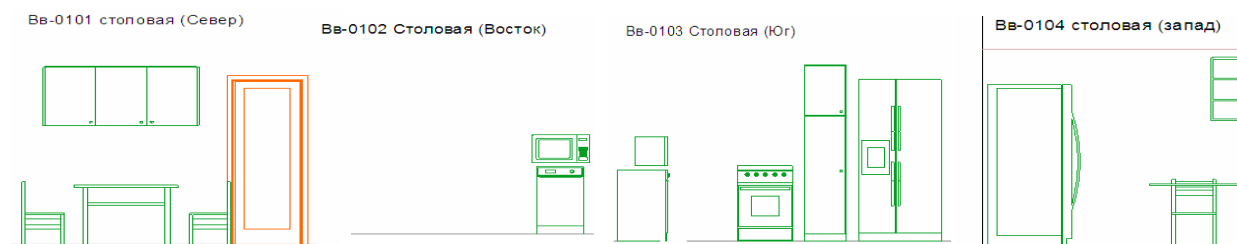

Рис. 136
9. Щелкните правой клавишей мышки на линии внутреннего вида **Вв-0104 Столовая (Запад)** и в открывшемся контекстном меню выберите команду **Открыть внутренний вид**. Вы увидите ранее размещенную мебель столовой. Аналогичным способом можно просмотреть и другие внутренние виды столовой (рис. 136).